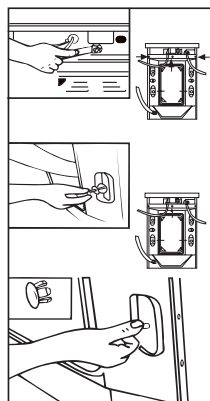

Fig.2
- Desserrez les boulons du bridage de transport comme indiqué dans la figure 2. Ceux-ci servent à fixer le dispositif de protection de la machine contre les chocs éventuels durant son transport.